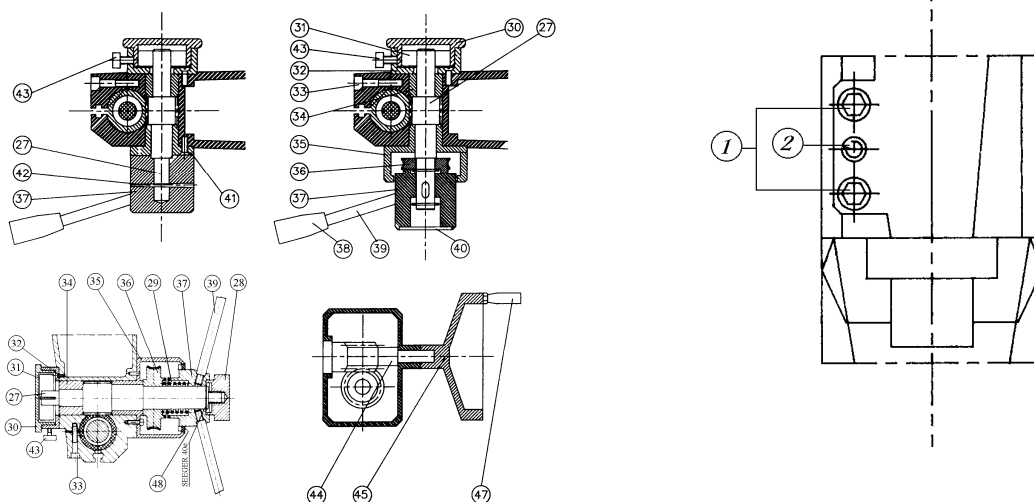

FIG.2
3.2 REGLAGE DU RESSORT DE RAPPEL DE BROCHE (FIG.2)
La perceuse est livrée avec la broche contrebalancée par un ressort à spirale d'Archimède. Pour régler ce ressort desserrer la vis (43) figure 2 d'une main en tenant le couvercle (30) figure 2 de l'autre main ; faire ensuite tourner le couvercle dans le sens qui convient pour tendre plus ou moins le ressort puis serrer de nouveau la vis (43).
3.3 REGLAGE DU JEU DE FOURREAU (FIG.2)
3.4 DESCENTE LENTE (FIG.2)